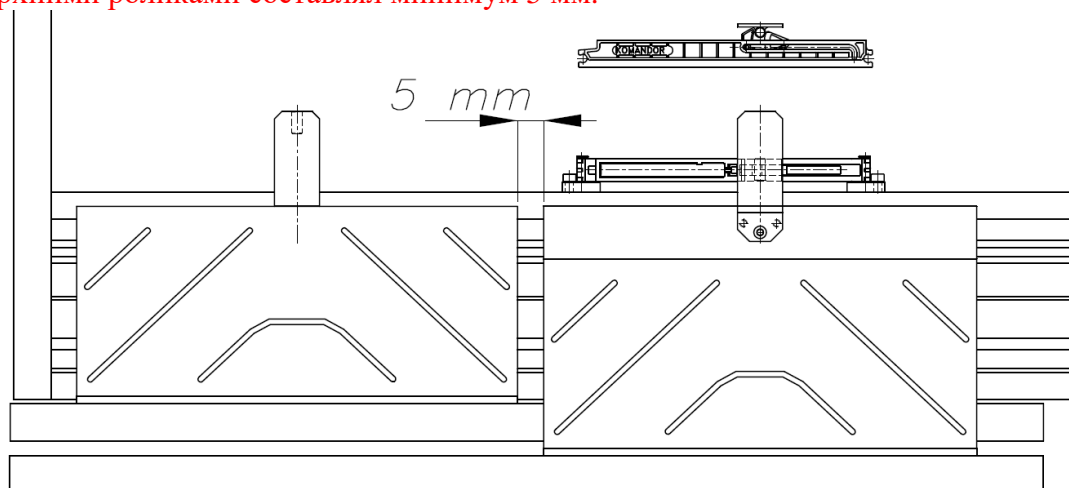

Рис. 16. Positionирование доводчика для правых дверей Sleek
2. Вер.2, стр.13 – добавление новых рисунков (рис.16, 17) и информации о монтаже доводчиков UNO.